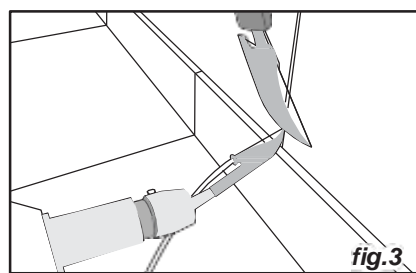

fig. 3
- No final da junta, utilize uma faca para cortar qualquer excesso de massa, mas mantenha a pressão na extremidade da junta durante cerca de 15 segundos (fig. 3).
- Espalhar a junta de silicone com a ponta de um dedo (fig.3).